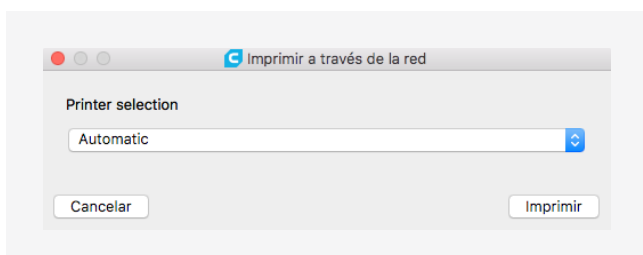

Fig. 4 - Selección de una impresora específica
4. Si tiene un grupo con dos o más impresoras, es posible enviar el trabajo a una impresora en concreto dentro del grupo. (Fig. 4).